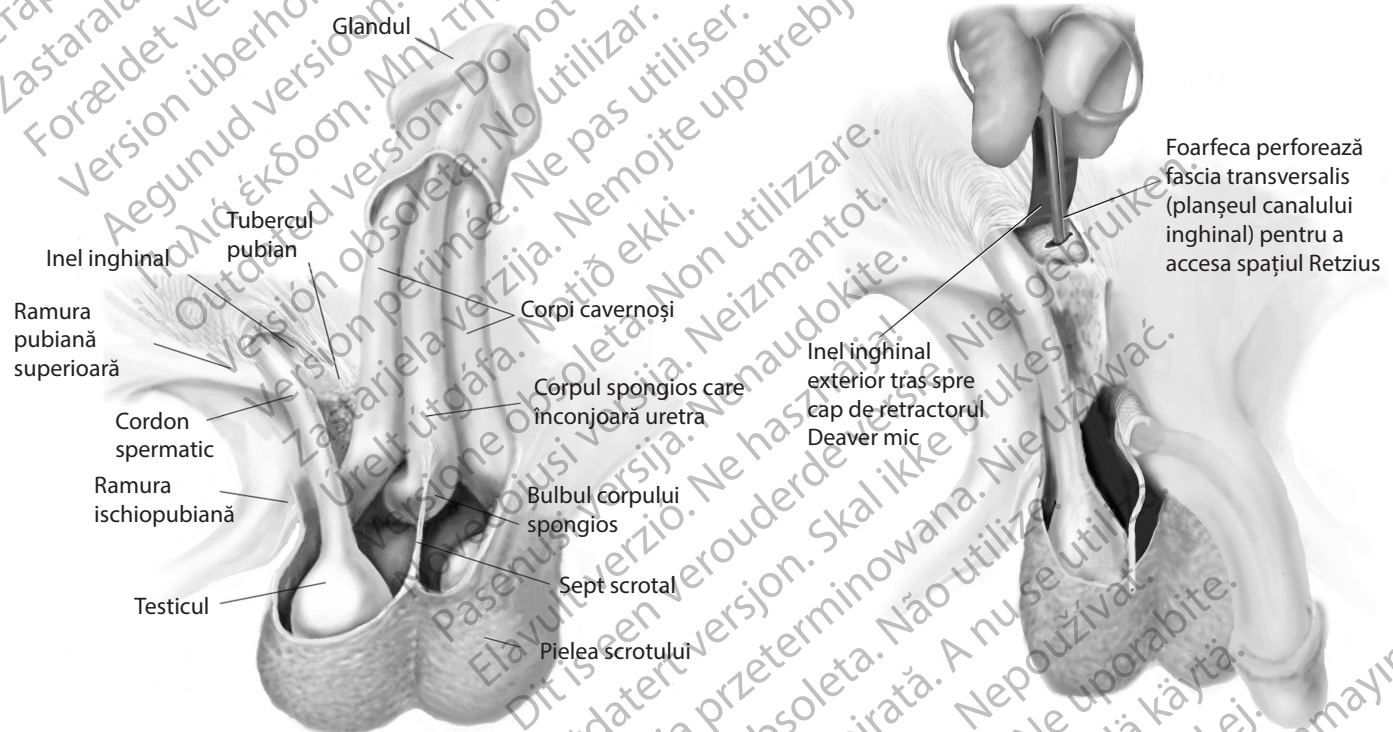

Figura 4-21.
- a. Goliți vezica, scoateți retractorul Scott și deplasați incizia scrotală în lateralul penisului. Plasați PRB în spațiul retropubian localizând inelul inghinal și perforând fascia transversalis. După implantarea PRB, îngustați deschizătura prin plasarea unei suturi resorbabile. (Figura 4-21)